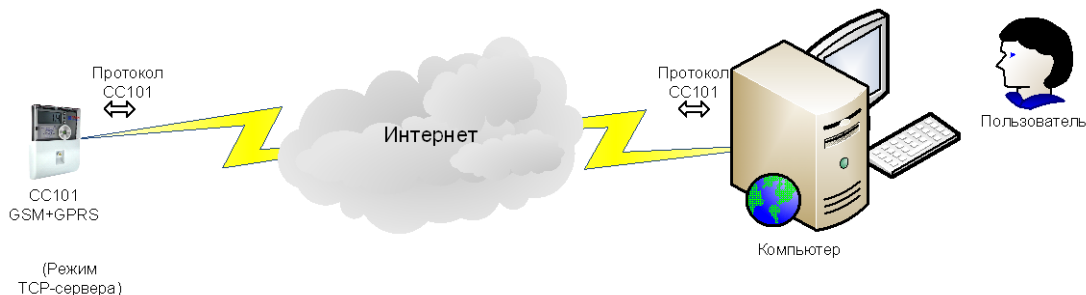

Рисунок 2.5. Считывание показаний и управление счетчиком через сеть Интернет
2.5 Пользователь выбирает и считывает показания счетчика на компьютер, подключенный к прибору через сеть Интернет (Рисунок 2.5). В этом варианте основной последовательный интерфейс свободен, а модуль расширения «GSM/GPRS контроллер» внутри счетчика работает в режиме TCP-сервера. Максимально допустимое расстояние до прибора ограничено только наличием доступа компьютера к сети Интернет, а счетчика – к сети оператора связи GSM/GPRS. В программе на компьютере можно осуществлять выбор, автоматическое считывание и сохранение показаний в базе данных, формирование отчетов, управление счетчиком и т.д.